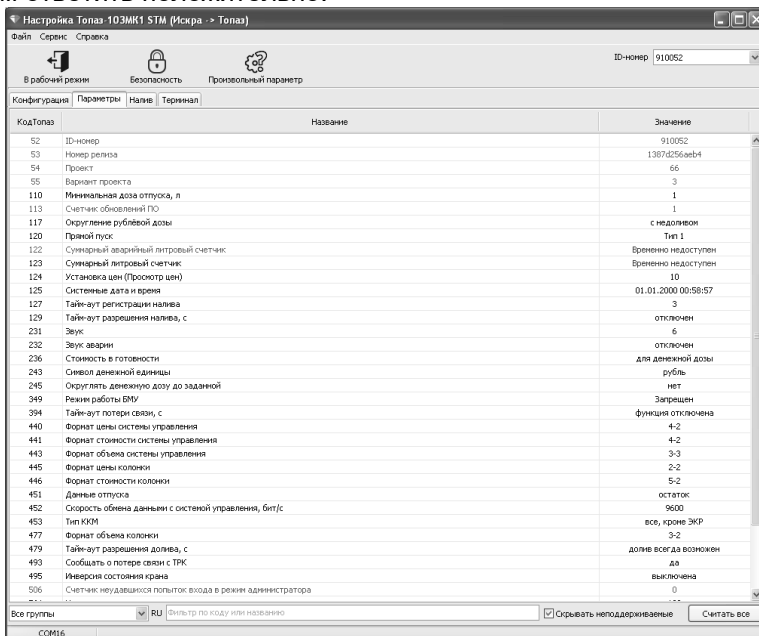

Рисунок 5
6.7 На вкладке "Параметры" (рисунок 5) можно посмотреть и при необходимости изменить значения параметров устройства.